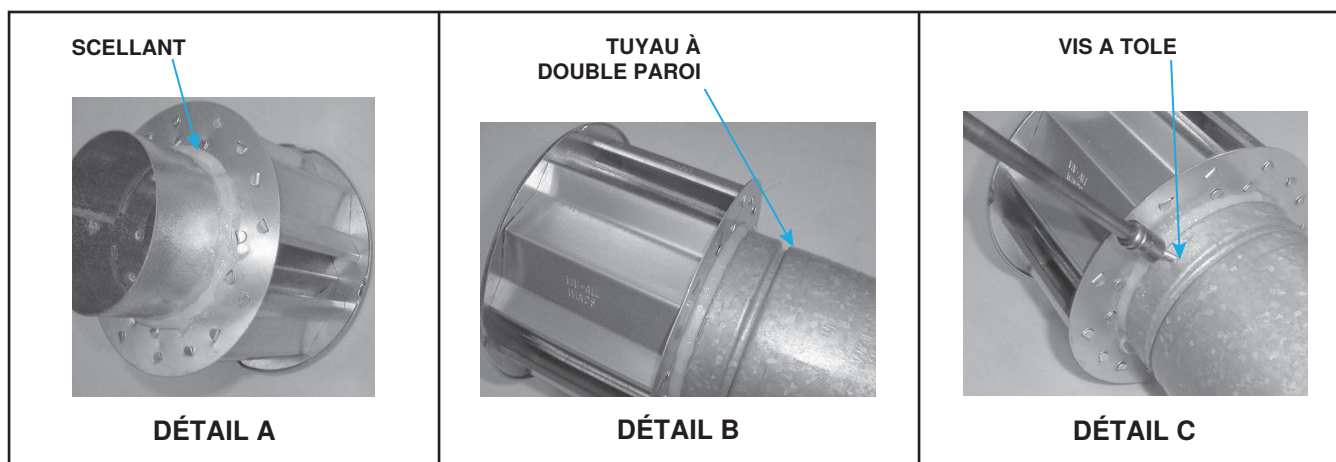

Figure 8. Raccordement d'un tuyau à double paroi (type B) au bouchon d'évent
- a. Appliquez un cordon de silicone de 3/8 pouce (9.525 mm) en continu sur la circonférence du collier du chapeau d'évacuation. Cette application sert à éviter les infiltrations d'eau à l'intérieur du tuyau d'évacuation à double paroi (voir Figure 8, DÉTAIL A).
- b. Effectuez l'étape 2 immédiatement après l'étape 1. Positionnez le collier du chapeau d'évacuation à l'intérieur de la paroi interne du conduit à double paroi. Insérez le conduit le plus profondément possible (voir Figure 8, DÉTAIL B).
- d. Fixez solidement le chapeau d'évacuation au tuyau à double paroi en perçant le collier du chapeau d'évacuation et en utilisant une vis à tôle de 3/4 pouce (19.05 mm) de longueur. Ne serrez pas la vis plus qu'il ne faut (voir Figure 8, DÉTAIL C).
- Pour sceller le joint des sections terminales de conduits d'évacuation à double paroi à un terminal d'évacuation** : suivez les directives pas-à-pas de la Figure 8.